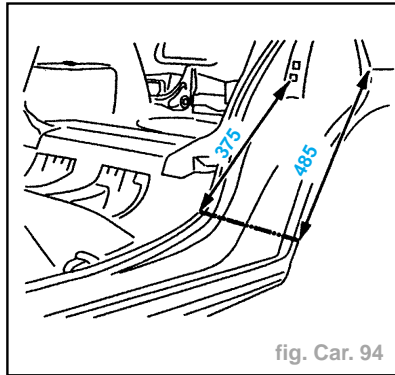

fig. Car. 94
- Tracer puis découper à l'aide d'une meule épaisseur **1 mm** (coupe provisoire) (fig. Car. 94).